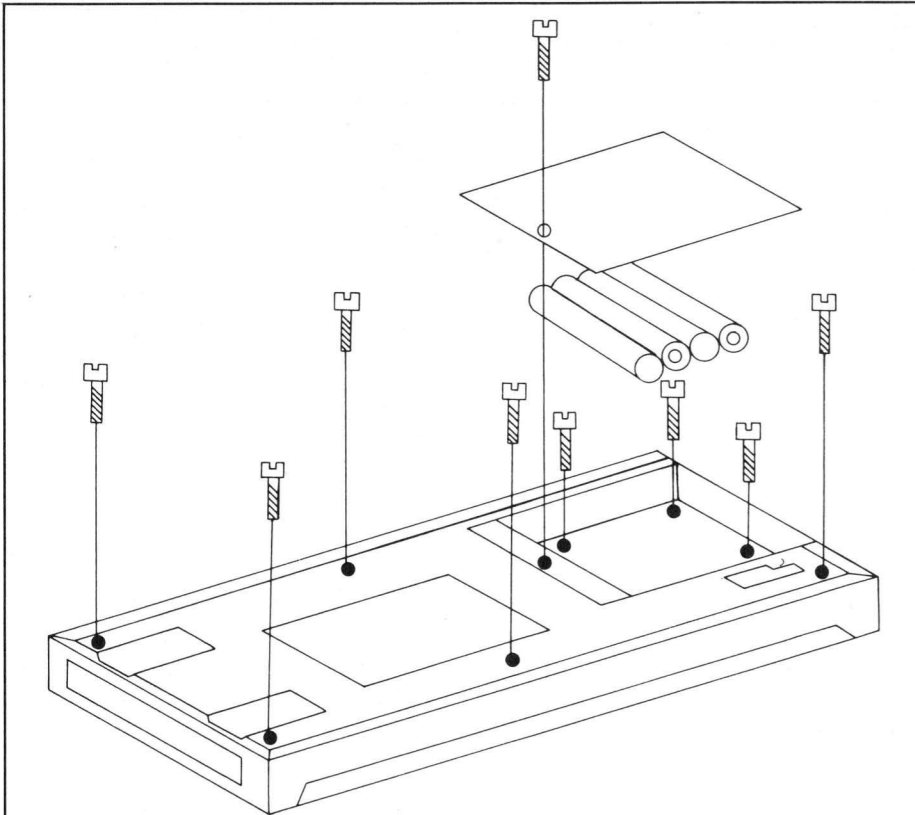

Bild 2: Die zu lösenden Schrauben auf der Unterseite des PC-1500
- Auf der Rückseite die fünf Schrauben herausrauben (Bild 2).